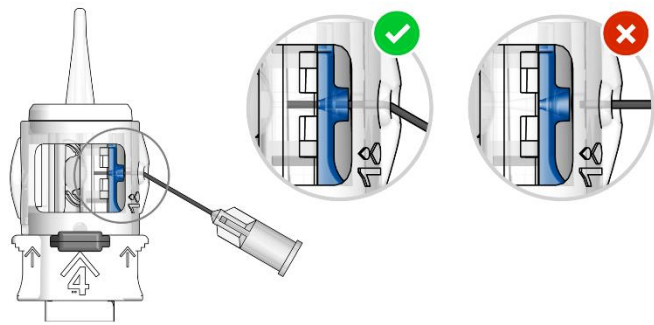

Abb. 1
- Führen Sie die Kanüle (23-27G) einer mit viskoelastischem Material gefüllten Spritze vollständig in die mit '1' gekennzeichnete kleine Öffnung (Abb. 1) ein, bis sie vollständig in den blauen Trichter eingeführt ist. Halten Sie einen leichten Druck auf die Kanülenspitze aufrecht, während Sie die viskoelastische Lösung durch die Öffnung injizieren. Die eingespritzte Menge an Visco ist ausreichend, sobald es die Enden der IOL-Haptiken bedeckt (ca. 0,2 – 0,25ml)